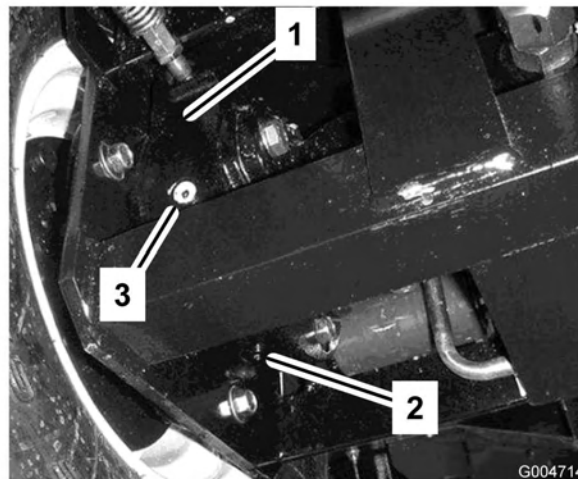

Bild 57
4. Stellen Sie ein Auffanggefäß unter das Bremsgehäuse an der anderen Seite des Rads (Bild 57).
7. Nehmen Sie die Prüfschraube vom Bremsgehäuse ab (Bild 57).